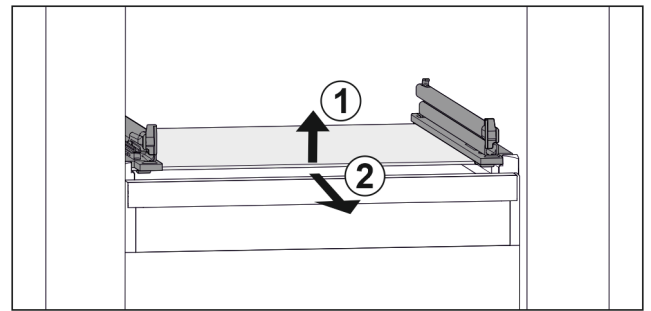

Fig. 25 Beispielhafte Darstellung der Glasplatte
- ▶ Glasplatte vorne anheben. Fig. 25 (1)
- ▶ Glasplatte nach vorne entnehmen. Fig. 25 (2)